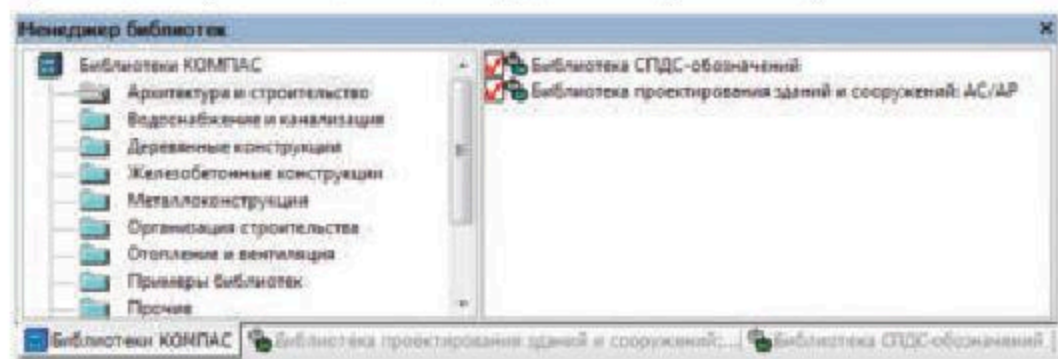

Рис. 22.4
1. Выберите в меню **Сервис** команду **Менеджер библиотек**. На экране появится окно **Менеджера библиотек**. 2. В списке разделов (он находится в левой части окна **Менеджера библиотек**) выделите название раздела (**Архитектура и строительство**), содержащего подключаемую библиотеку. При этом в правой части **Менеджера библиотек** появится список библиотек, входящих в выделенный раздел. 3. В списке библиотек двойным щелчком мыши выделите название необходимой библиотеки или щелкните мышью в поле (квадратик слева от названия) рядом с ее названием в списке. Выбранная библиотека подключается в установленном для нее режиме: **меню, диалог, окно** или **панель**. В поле рядом с названием библиотеки появляется красная “галочка” — признак того, что библиотека подключена (рис. 22.4).